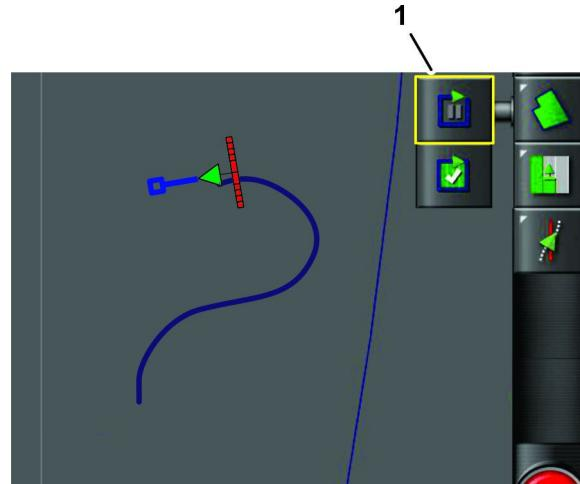

Figura 42
2. Premete l'icôna PAUSA REGISTRAZIONE DEL CONFINE DEL CAMPO (Figura 42).